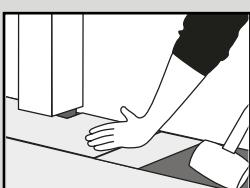

Abb. 6
7. Unter Türrahmen: Wenn die Dièle/Fliese nicht angehoben werden kann, verwenden Sie ein angepasstes Schlagholz (oder Reststück) und den Hammer, um die Dièle/Fliese flach auf dem Boden vorsichtig zusammenzufügen (Abb. 6).